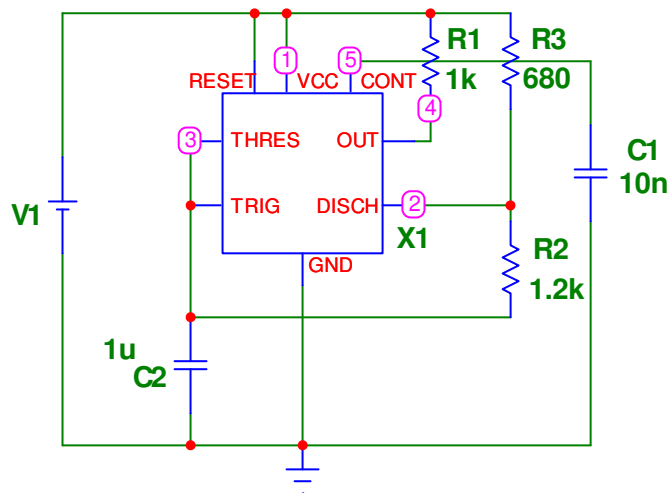

Figura 1.4 Configuración astable del integrado NE555
El circuito CI NE555 en configuración astable, que se muestra en la **Figura 1.4**, genera una señal periódica de frecuencia y ciclo de trabajo configurables. Con las resistencias R2 y R3 puede controlarse la frecuencia de oscilación y el duty cycle de la señal de salida.
- 1) Montar el circuito de la **Figura 1.4** en una placa de prueba